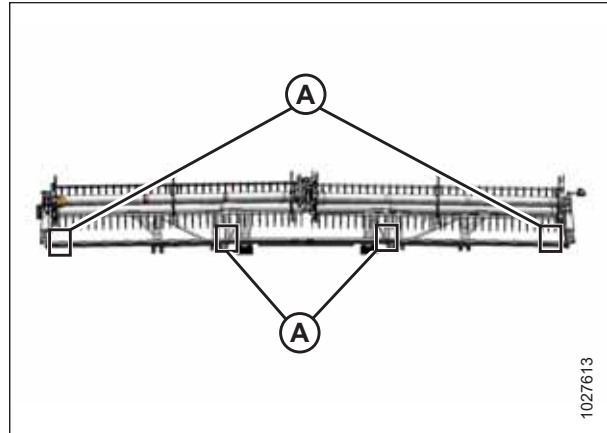

Abbildung 4.263: Messstellen an FlexDraper® Schneidwerk mit zweiteiliger Haspel
- Schneidwerke mit zweiteiliger Haspel: Abbildung 4.263, Seite 742